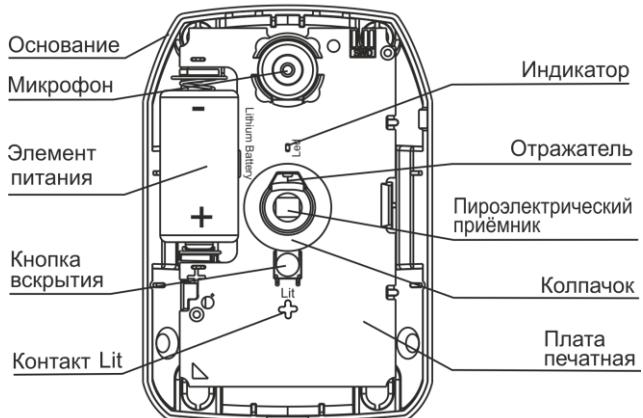

Рисунок 3
5.1 Конструктивно извещатель выполнен в виде блока, состоящего из основания и съемной крышки. Внутри блока смонтирована печатная плата с радиоэлементами (рисунок 3).
2 Выдернуть изолятатор ЭП или установить ЭП, соблюдая полярность (см. рисунок 3) и в течение 60 с дать извещателю выйти в дежурный режим.